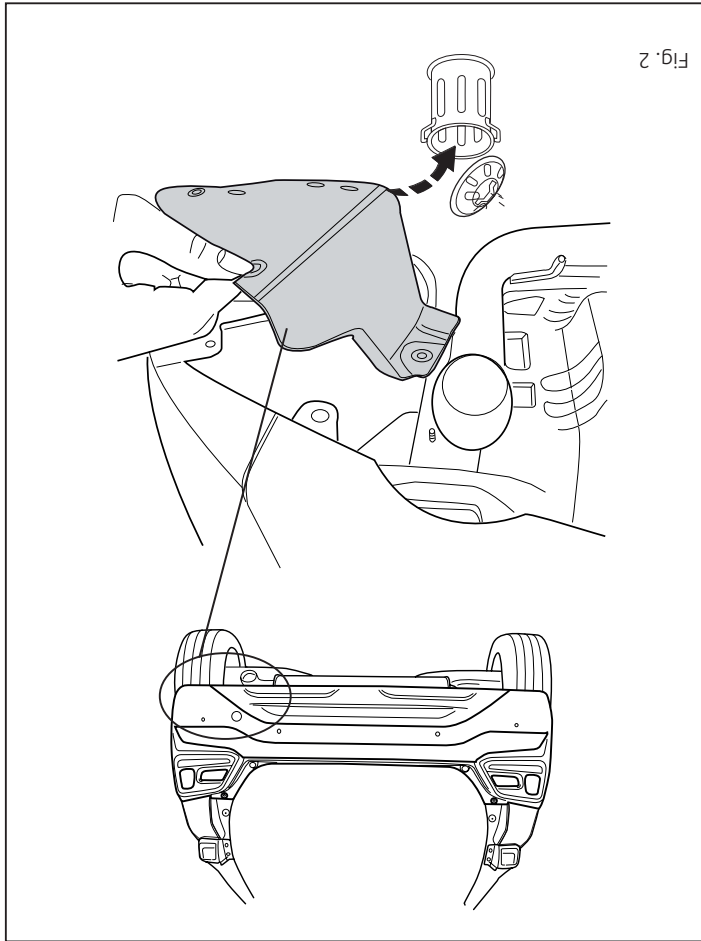

Fig. 2
- 2. Remove the plastic protective cap. See figure 2.
2. Die Kunststoffschutzkap abmontieren. Siehe Abbildung 2.
2. Démontez la cache de protection en plastique. Voir la figure 2.